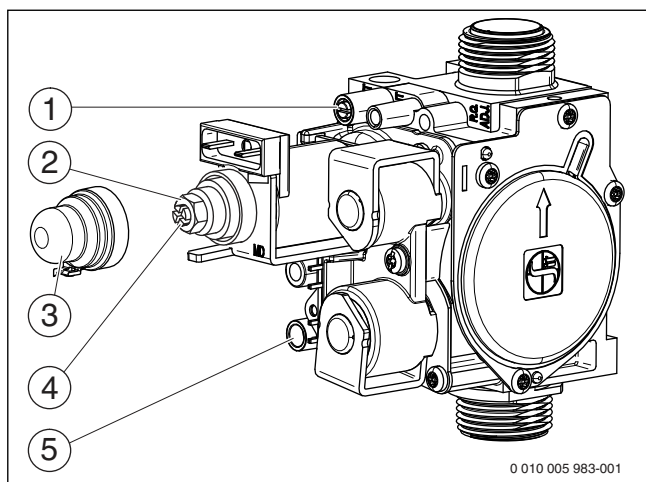

Рис. 32 Газовая арматура
- ▶ Отверните уплотнительный винт штуцера измерения давления на форсунках (рис. 32, [1]) и подсоедините U-образный манометр.
- ▶ Снимите крышку (рис. 32, [3]).
- ▶ Значение «max» давления (мбар) на форсунках приведено в таб. на стр. 45. Установите давление на форсунках регулировочным винтом максимального расхода газа (рис. 32, [2]). Поворот направо - больше газа, поворот налево - меньше газа.
- ▶ Значение «min» давления (мбар) на форсунках приведено в таб. на стр. 45. Установите давление на форсунках регулировочным винтом минимального расхода газа (рис. 32, [4]).
- ▶ Выключите котёл и закройте газовый кран, отсоедините U-образный манометр и заверните уплотнительный винт (рис. 32, [1]).
- ▶ Отверните уплотнительный винт на штуцере измерения подаваемого давления газа (рис. 32, [5]) и подсоедините манометр.
- ▶ Установите и опломбируйте крышку (рис. 32, [3]).